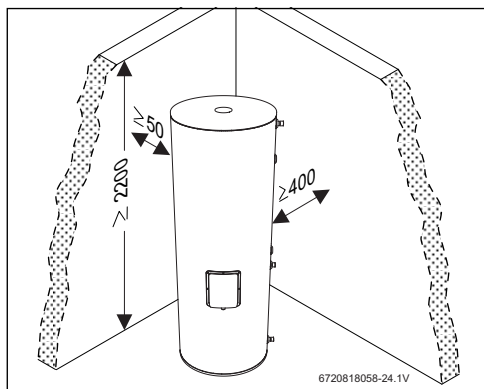

Fig. 9 Distances minimales ballon 300 l
- ▶ Poser le ballon sur le lieu d'installation choisi en respectant les distances minimales recommandées pour assurer le montage des composants hydrauliques, du circuit de réfrigérant ainsi que la maintenance (→fig. 9).